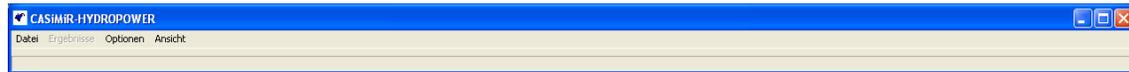

Abb. 2: Basismenüleiste von CASiMiR-Hydropower
- ☞ wählen Sie im Menü **Datei** den Befehl **HYDROPOWER beenden** (Abb. 2).